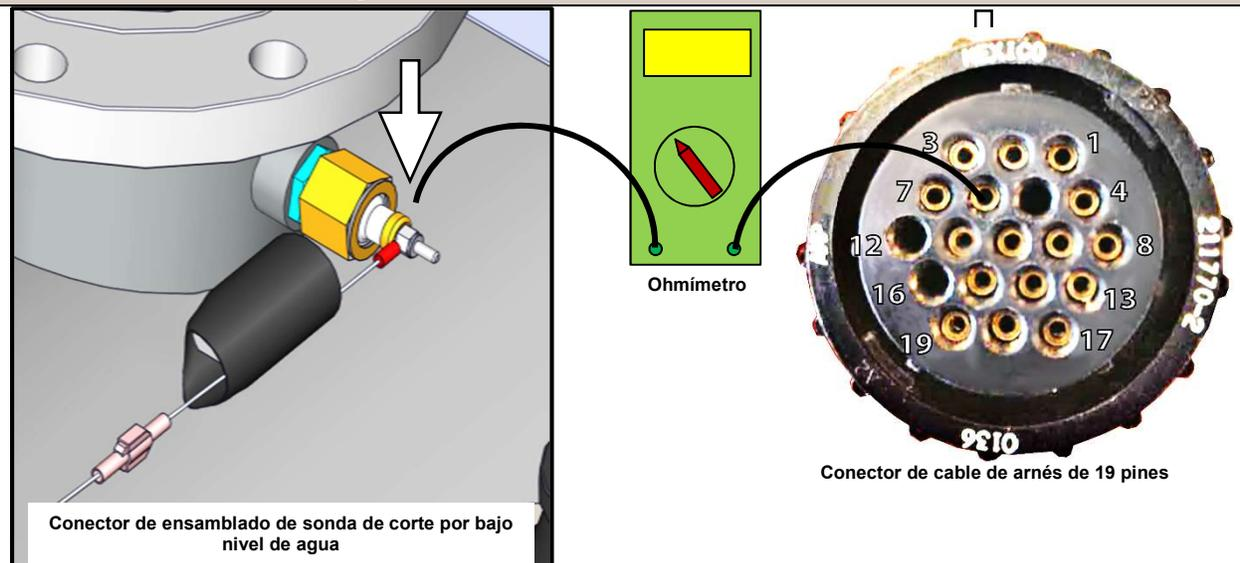

Figura 4-14: Conexión de ohmímetro entre sonda del interruptor de corte por bajo nivel de agua y cable de arnés
3. Usando un ohmímetro, conecte una sonda de ohmímetro a la terminal del capacitor del interruptor de corte por bajo nivel de agua en el arnés de la unidad, como se muestra a la izquierda en la Figura 4-14.
4. Conecte la segunda sonda del ohmímetro al Pin #6 del Conector del Arnés (que se retiró del Controlador C-More) como se muestra a la derecha en la Figura 4-14.